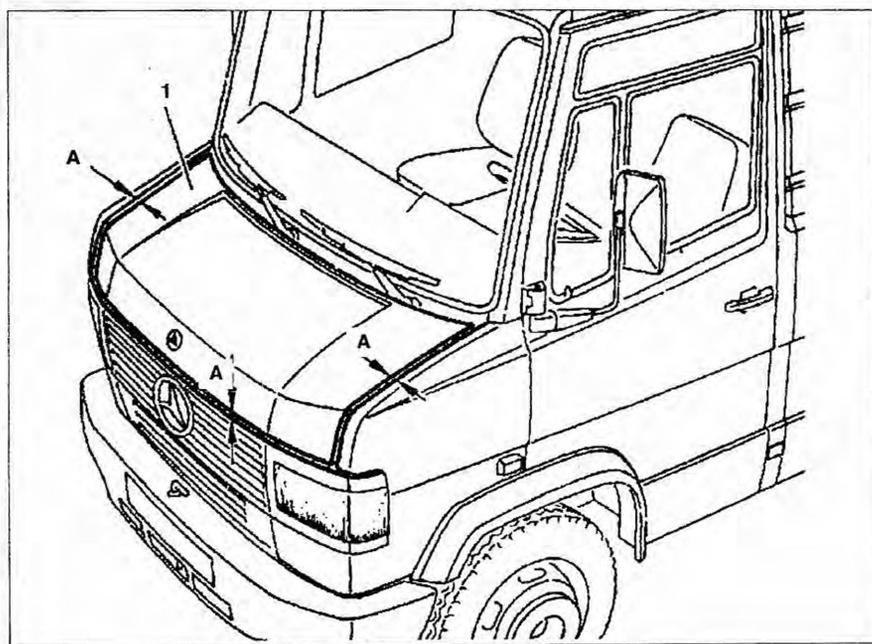

Рис. 8.13. Регулировка капота:
5. Проверьте и отрегулируйте зазоры капота (рис. 8.13). **Зазор между капотом и решеткой радиатора:** 6 ± 1 мм. **Отклонение высоты между капотом и решеткой радиатора:** 0 ± 1 мм. **Отклонение совмещения ребер капота и переднего крыла:** 0 ± 2 мм.